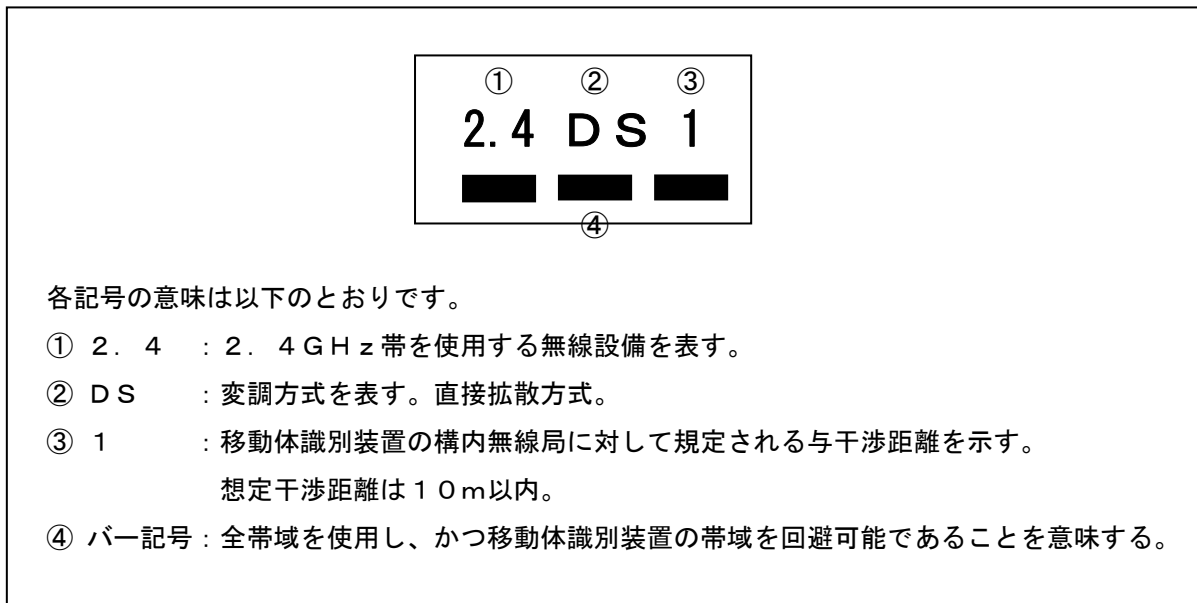

図 9 現品表示内容 (ARIB STD-66 より転載)
- 本モジュールを機器に組み込む場合、ARIB STD-T66 で推奨されている、「現品表示内容」を取扱説明書、ステッカー、カタログ・パンフレット・ホームページなどに記載する必要があります(図 9)。